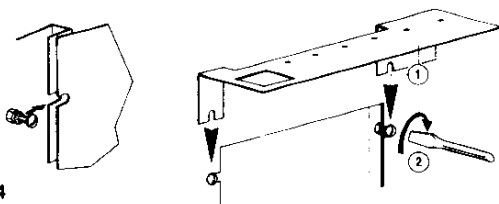

Fig. 4
- fixer le bandeau de régulation sur la façade supérieure comme suit : (fig. 4 et 5)
- fixer en engageant les boulons dans les 6 lumières, la rondelle éventail restant placée côté écrou. Bloquer les 4 boulons inférieurs. Sur les 2 boulons supérieurs, engager le support de bornier comme indiqué figure 4 et bloquer les boulons.